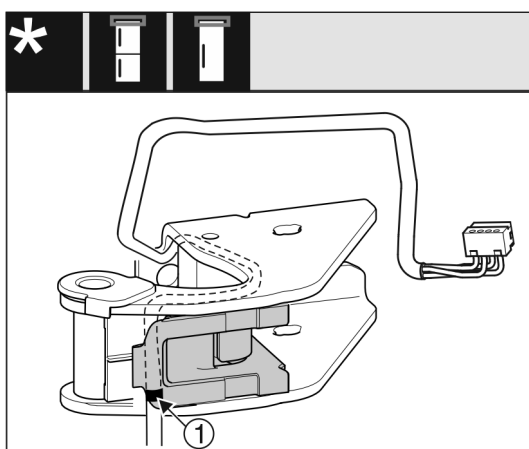

Fig. 28
- ▷ При этом средняя маркировка должна находиться на краю держателя кабеля Fig. 28 (1).